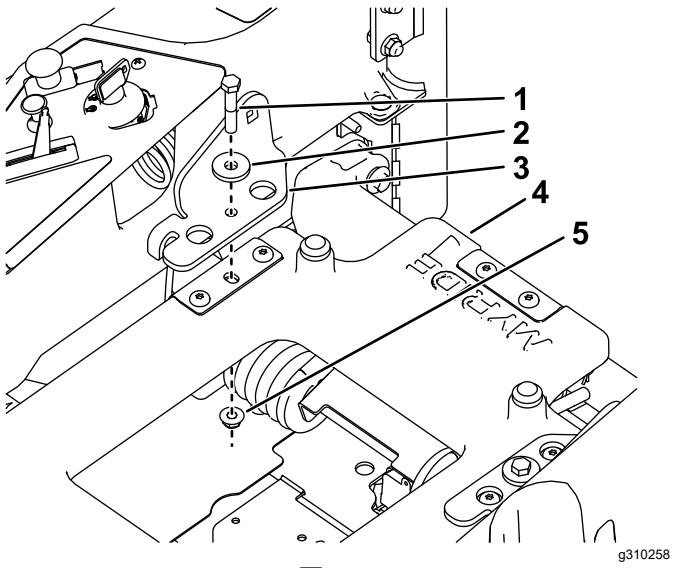

図 7
- シートベルトブラケットをシートプラットフォームに取り付ける部分ねじボルト $\frac{3}{8} \times 2"$ 2本、小さいワッシャ2枚、ロックナット $\frac{3}{8}"$ 2個を使用して図7のように取り付ける。